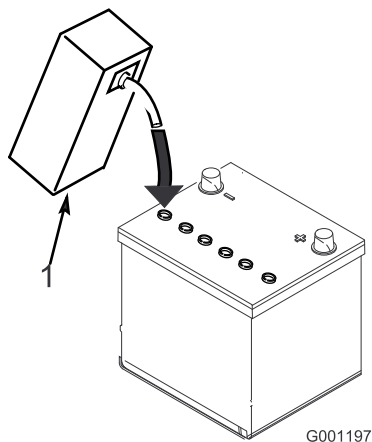

Figure 6
3. Versez de l'électrolyte avec précaution dans chaque élément jusqu'à ce que les plaques soient recouvertes par environ 6 mm de liquide (Figure 6).
- Attendez environ 20 à 30 minutes pour que les plaques aient le temps de s'imprégner d'électrolyte. Faites l'appoint au besoin pour que le niveau de liquide monte à 6 mm en dessous du creux de remplissage (Figure 6).